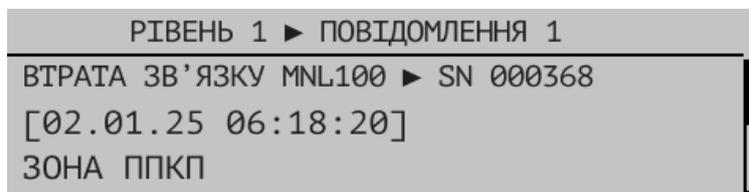

Рисунок 8.6.1 - Приклад вікна режиму попередження про несправність
8.6.1 Якщо ППКП перебуває в режимі попередження про несправність, то повідомлення цього режиму можуть бути пригнічені лише при одночасній наявності повідомлень режиму пожежної тривоги або режиму вимкнення. Вікно режиму попередження про несправність показане на Рис. 8.6.1.